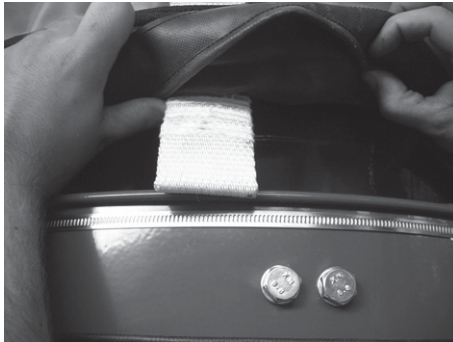
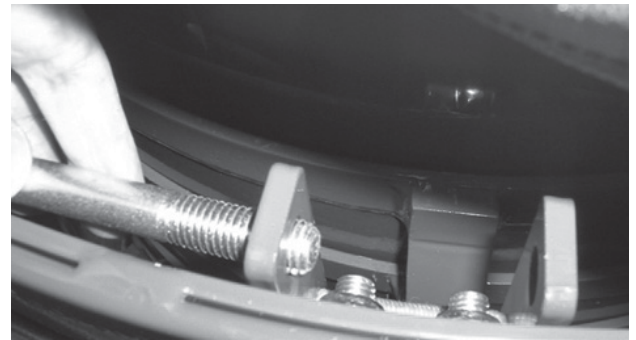

Fig. 7 Slot of fixing clamp
Fig. 8
4) Raise the lower part of the bellows so that the slot of the fixing clamp is visible (Fig. 7).
5) Insert the M12x90 bolt (pos.6, Fig.5) in the 12 mm diameter washer (pos.7, Fig.5) and insert it (Fig. 7) into the RH upper hole of the tie-rod for clamps (pos. 10, Fig. 5) stopping at the beginning of the hole. (Fig. 8).
4) Den unteren Teil des Balgs heben, bis das Langloch im Befestigungsgurt sichtbar wird (Abb. 7).
5) Den Schraubbolzen M12x90 (Pos.6 Abb. 5) in die Unterlegscheibe mit Durchmesser 12 mm (Pos. 7 Abb. 5) einführen und ihn in das Innere (Abb. 7) des oberen rechten Lochs des Gurtzugankers (Pos. 10 Abb. 5) stecken, wobei man am Beginn des Lochs selbst Halt macht (Abb. 8).
4) Soulever la partie inférieure du soufflet jusqu'à rendre visible la rainure de la bande de fixation (Fig. 7).
5) Introduire le boulon M12x90 (pos.6, fig.5) dans la rondelle diamètre 12 mm (pos.7, fig.5) et l'enfiler Fig. 7 à l'intérieur du trou supérieur droit du tirant pour bandes (pos. 10, fig. 5) en s'arrêtant au début du trou. (Fig. 8).
4) Sollevare la parte inferiore del soffietto fino a rendere visibile l'asola della fascia di fissaggio (Fig. 7)
5) Introdurre il bullone M12x90 (pos.6, fig.5) nella rondella diametro 12 mm (pos.7, fig.5) ed infilarlo Fig. 7 all'interno del foro superiore destro del tirante per fasce (pos. 10, fig. 5) fermandosi all'inizio del foro stesso. (Fig. 8).